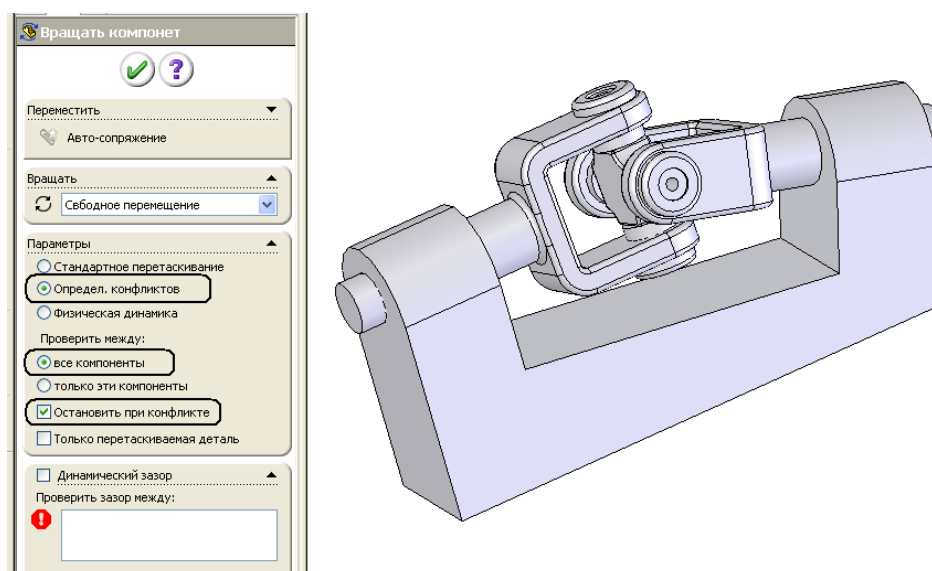

Рис. 9. Параметры контроля взаимодействия компонентов в сборке
1. Используя инструменты  «**Переместить компонент**» и  «**Вращать компонент**», при настройке параметров показанной на рис.9 проверить модель сборки карданной передачи на наличие конфликтов в процессе работы.